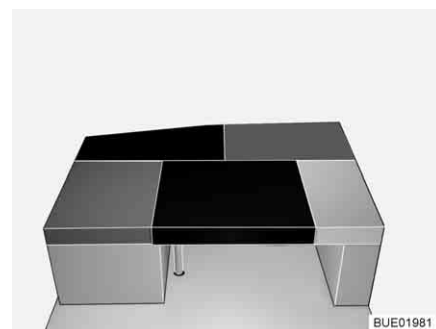

Bild 151 Nach dem Umbau
- Das rechteckige Zusatzpolster auf den Tisch legen (zwischen das Sitzpolster und das Rückenpolster des Seitensitzes, siehe Bild 151).